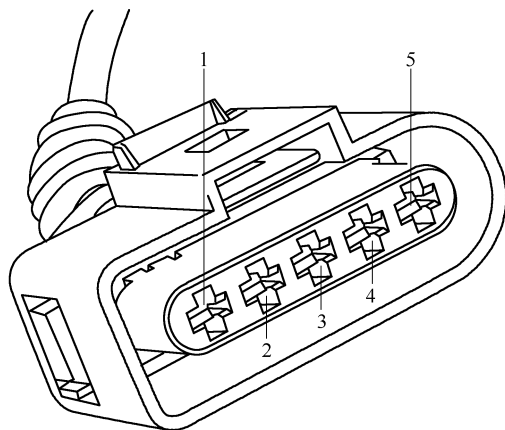

图 9-2-21 燃油存量传感器 G 和燃油存量传感器 2 (G169) 上 5 芯插接器的布置
2. 燃油存量传感器 G 和燃油存量传感器 2 (G169)上 5 芯插接器的布置(见图 9-2-21)